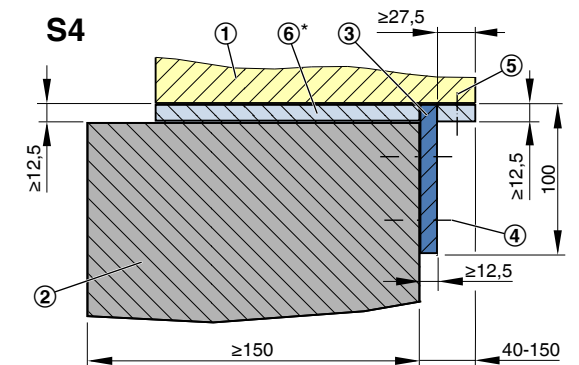
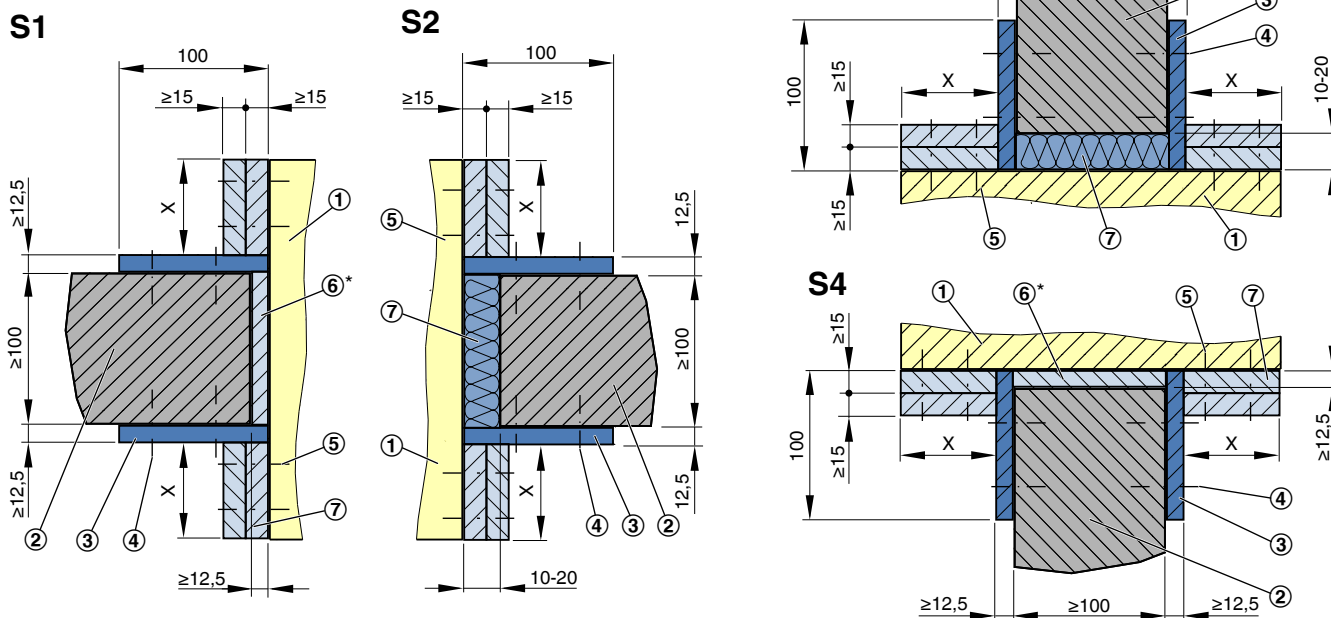

Fig. 22 : Détails EK-JZ Montage à sec sans mortier dans un mur plein, une paroi à gaine pleine EI 90 S
Fig. 23 : Détails EK-JZ Montage à sec sans mortier dans un mur plein, une paroi à gaine pleine EI 120 S, légende ↪ Fig. 22
Profilé en V ↪ Fig. 22 , Fig. 23
- <EI 90 S v_{ew} : profilés en V des deux côtés du mur, 1 bande $\geq 12,5$ mm, ↪ Fig. 22
- EI 90 S v_{edw} : profilé en V côté commande (paroi à gaine), 1 bande $\geq 12,5$ mm, ↪ Fig. 22
- <EI 120 S v_{ew} : profilés en V des deux côtés du mur, 2 bandes ≥ 15 mm, ↪ Fig. 23
- Les cavités sont remplies de laine minérale ou de laine de roche (7).